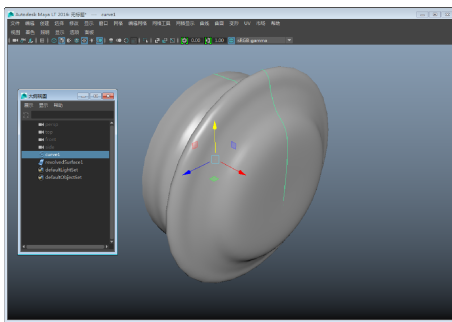

图 3-150 选择剖面
- 8 依次执行【窗口】|【大纲视图】命令，打开大纲视图。然后选择其中的 Curve1 选项，此时场景中的放样剖面将被选择，如图 3-150 所示。